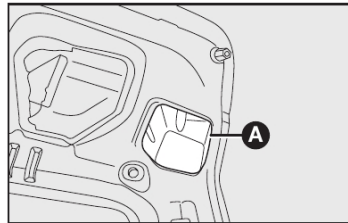

fig. 37
1) Utilizando uma chave philips, retirar a tampa **A-fig. 37** na parte interna da tampa do porta-malas.